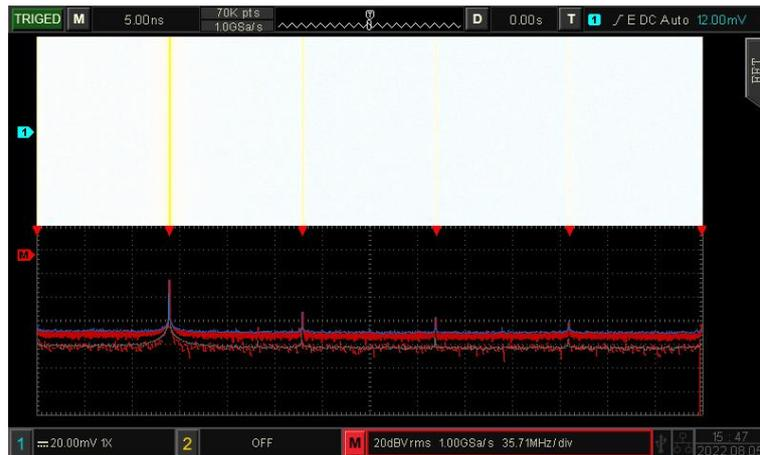

Abbildung 14-1
- d. Wasserfallkurve-2: Frequenzspektrum und Wasserfallkurve werden getrennt in 2 Fenstern angezeigt. Es hat eine Aufzeichnungsfunktion, wie in Abbildung 14-1 gezeigt.